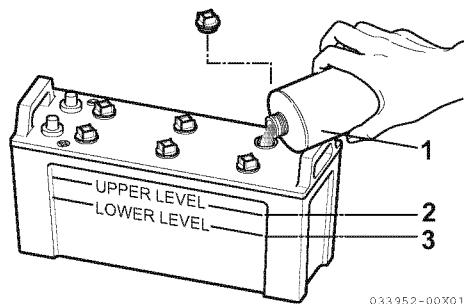

Figure 5
1. Rimuovere il tappo giallo del bocchettone di rifornimento dell'olio (**Figure 5 a pag. 28, (1)**). Rimuovere i tappi di scarico (quello di sinistra e quello di destra) nella parte inferiore della coppa dell'olio e scaricare l'olio del motore.
4. Se il livello è inferiore al minimo (**Figure 5, 3**), rabboccare con acqua distillata (**Figure 5, 1**) (reperibile sul mercato) fino al limite massimo (**Figure 5, 2**) della batteria.